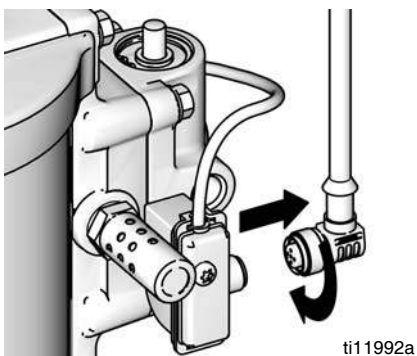

FIG. 11. Débranchement du DataTrak
1. Dévissez le câble de l'arrière de l'ensemble de commutateurs à lame. Consultez la FIG. 11.